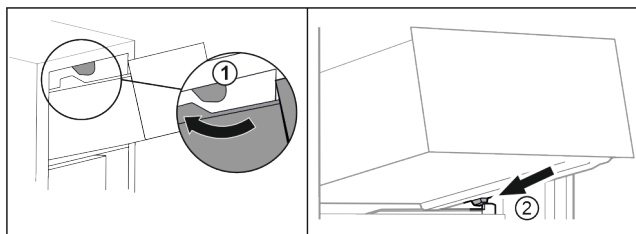

Fig. 89
- Ved'te zásuvku podél horních zářezek. Fig. 89 (1)
- Nasad'te zásuvku šikmo za dolní zářezky na žebrování na nádoby. Fig. 89 (2)